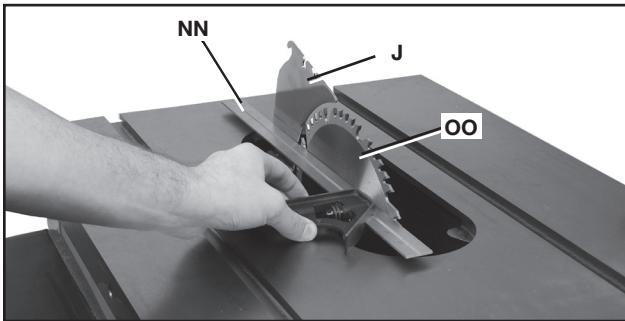
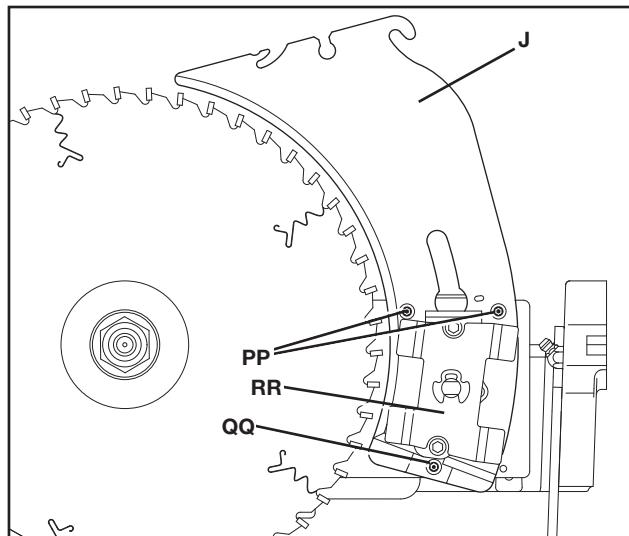

FIG. 32
FIG. 33
Usando un borde recto (NN), asegúrese de que la hoja (OO) esté alineada con el hendedor (J) como se muestra en la Fig. 32. (PARA LOGRAR UNA ALINEACIÓN ADECUADA, ASEGÚRESE DE QUE EL BORDE RECTO ESTÉ ENTRE LA RANURA DE CORTE SOBRE EL CUERPO DE LA HOJA Y EL HENDEDOR).
- Levante el hendedor (J), Fig. 33, a la posición de corte pasante o a la posición más alta (Fig. 27).
- Coloque los tres tornillos de sujeción pequeños (PP) y (QQ) en forma adyacente a la placa de seguridad del hendedor (RR). Estos tornillos se utilizarán para ajustar la posición del hendedor.
- Coloque un borde recto sobre la mesa contra el cuerpo de la hoja y asegúrese de que se extienda a lo largo del hendedor, como se muestra en la Fig. 32. El hendedor debe tocar apenas el borde recto. De ser necesario, afloje los dos tornillos de casquete con cabeza hueca (SS), figura 35.
- Ajuste los tornillos de sujeción (PP) y (QQ), Fig. 33, para alinear el hendedor con la hoja, de acuerdo con la posición observada en el PASO 5. Coloque el borde recto del lado opuesto de la hoja y, de ser necesario, repita estos ajustes.